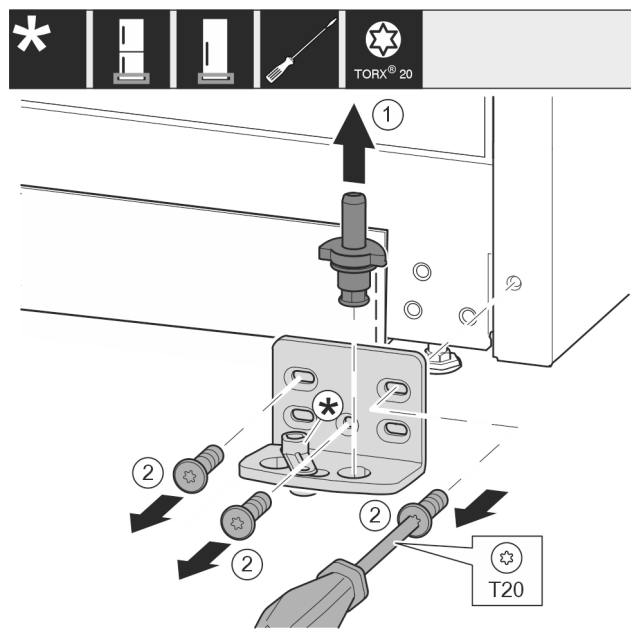

Fig. 27
- Estrarre completamente verso l'alto i perni di supporto Fig. 27 (1).
- Svitare le viti Fig. 27 (2) con un cacciavite e rimuovere il blocco di supporto.